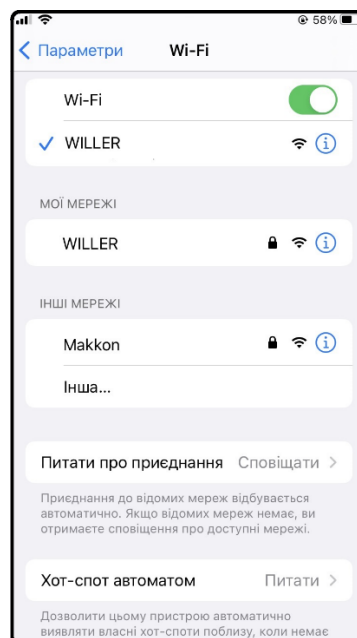

Рисунок 16
3. Увімкнути функції WIFI та Bluetooth на смартфоні, після чого підключіться до своєї домашньої точки доступу WIFI. Точка доступу WIFI повинна мати можливість нормально підключатися до Інтернету (рис.16).